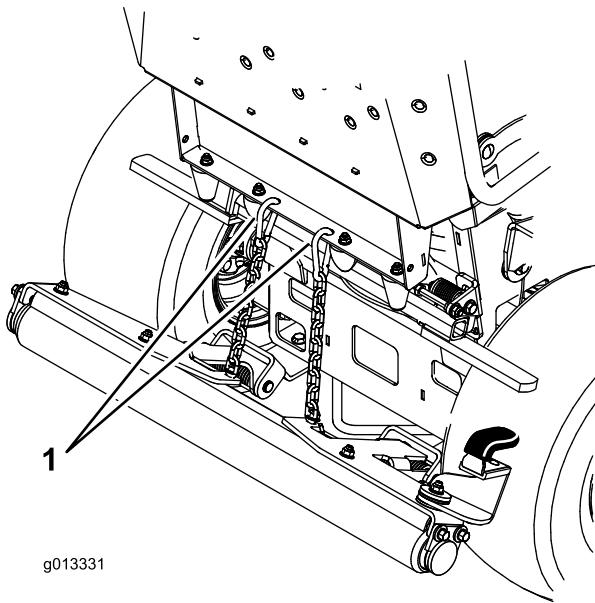

Figura 5
1. Sujete la plataforma del operador y suelte el pestillo de la plataforma. Baje la plataforma hasta que pueda enganchar los extremos de las cadenas en los taladros practicados anteriormente en la barra de la plataforma (Figura 5).
2. Enganche los extremos de las cadenas en los taladros practicados anteriormente en la barra de la plataforma (Figura 5).